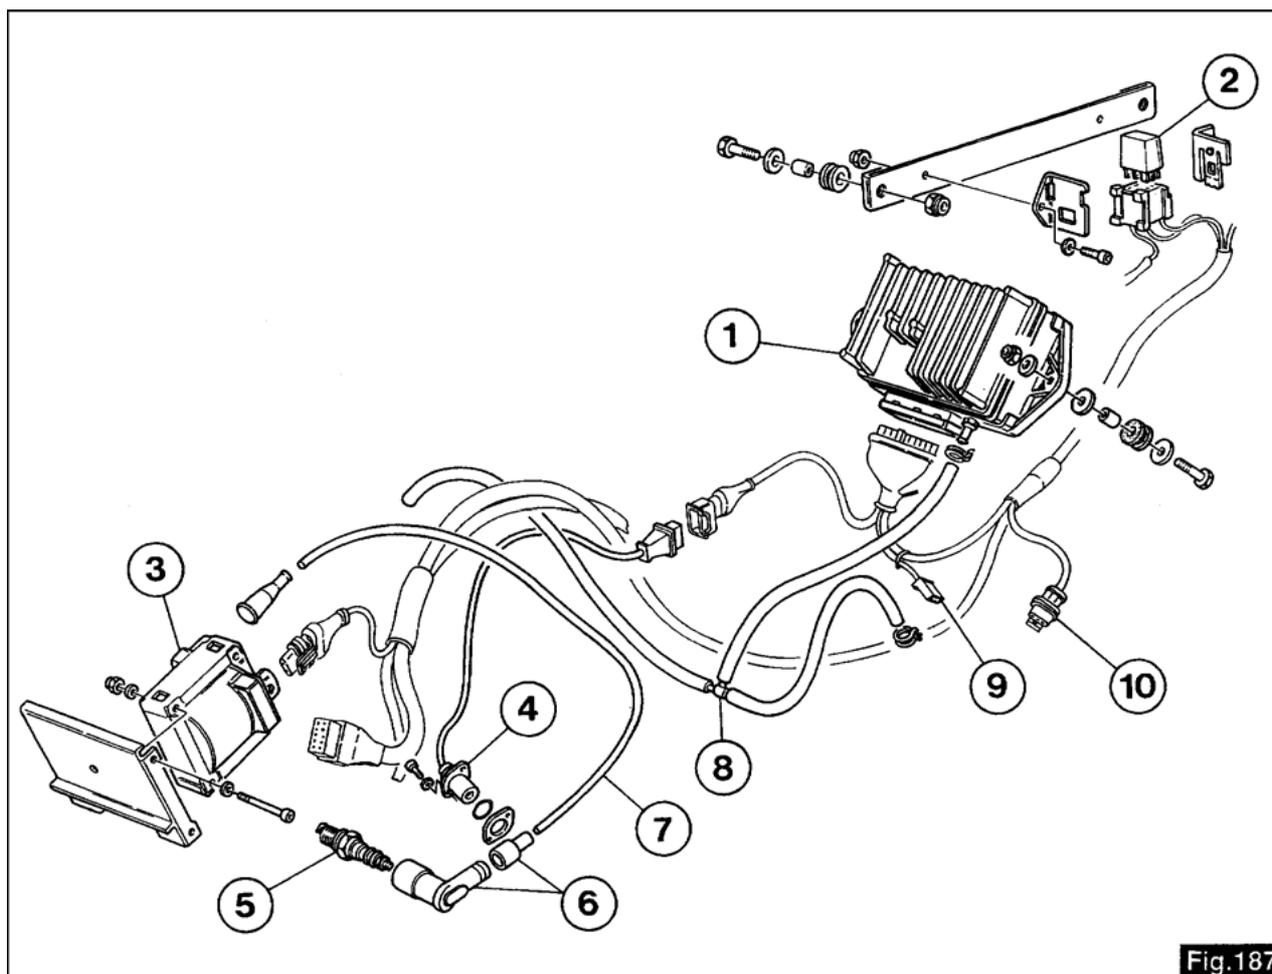

Fig.187
- En cas de besoin, réduire l'avance de 2° en reliant entre eux le câble «9» et la masse (fig. 187).